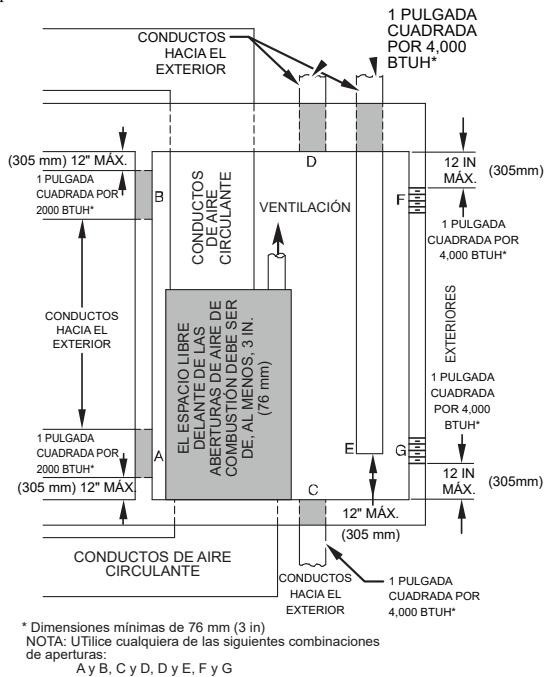

Fig. 6 – Aire para combustión, ventilación y dilución del exterior
- La Fig. 6 ilustra la forma de crear DOS ABERTURAS AL EXTERIOR, una de admisión y otra de escape del aire de combustión y ventilación hacia el exterior.
- Siga las indicaciones de la Fig. 6 y la Tabla 3 para el tamaño de las aberturas y los conductos.
- DOS CONDUCTOS HORIZONTALES requieren 1 in² (645 mm²) de área libre por cada 2000 BTUh (1100 mm²/kW) de entrada combinada para todos los electrodomésticos de gas situados en dicho espacio, según Fig. 6 y la Tabla 3.
- DOS CONDUCTOS O APERTURAS VERTICALES requieren 1 in² (645 mm²) de área libre por cada 4000 BTUh (550 mm²/kW) de entrada combinada para todos los electrodomésticos de gas situados en dicho espacio, según la Fig. 6 y la Tabla 3.
- 1 in² (645 mm²) de área libre por cada 3000 BTUh (734 mm²/kW) de entrada combinada para todos los electrodomésticos de gas situados en dicho espacio, según la Fig. 6 y la Tabla 3.